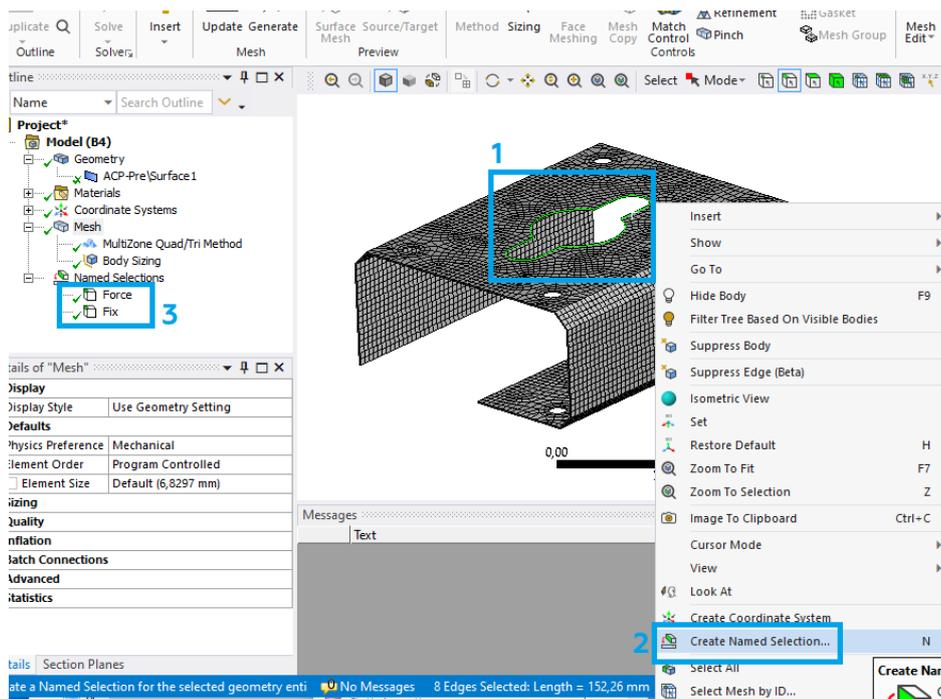

Рис. 16. Присвоение имен для ребер
12.5. Присваиваем имена ребрам, к которым будут прикладываться силы. Выделяем каждую область ЛКМ, после чего нажимаем на неё ПКМ (1) и выбираем *Create Named Selection...* (2) (рис. 16). В итоге данные ребра будут иметь персональные названия (3).